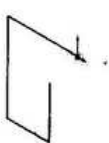
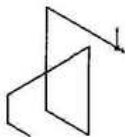

图 2-68 绘制 XY 平面的草图
图 2-69 绘制 3D 草图
- (3) 单击草图工具栏中的  (直线) 工具，移动鼠标指针到图形区域，此时指针形状变为 ，现在以草图原点为直线的起点开始在 XY 平面上绘制草图。
(4) 按住鼠标左键不放移动鼠标指针, 当指针形状变为  表示 X 水平方向时, 沿着推理引导线的指示拖动鼠标指针, 在距离起始位置一定长度的地方按下鼠标左键, 完成直线段的绘制。继续在此平面上绘制直线, 如图 2-68 所示。
(5) 按下<Tab>键, 转换绘制平面。此时推理指针形状变为  表示接下来的操作将在 YZ 平面上进行草图的绘制。按照步骤 (4) 的方法继续绘制直线。
(6) 根据需要不断切换草图绘制面, 最终完成如图 2-69 所示的 3D 草图。